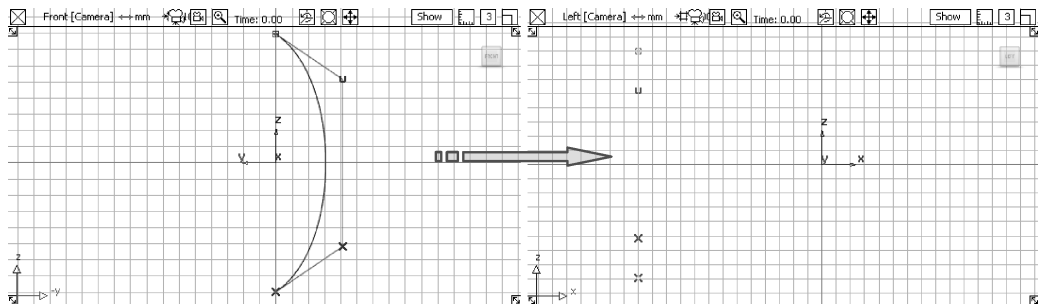

图 7-49 创建并移动曲线
- 01 在【Front】正交视图中创建一条曲线，在【Left】正交视图中，将其水平移动到视图的左侧，如图 7-49 所示。